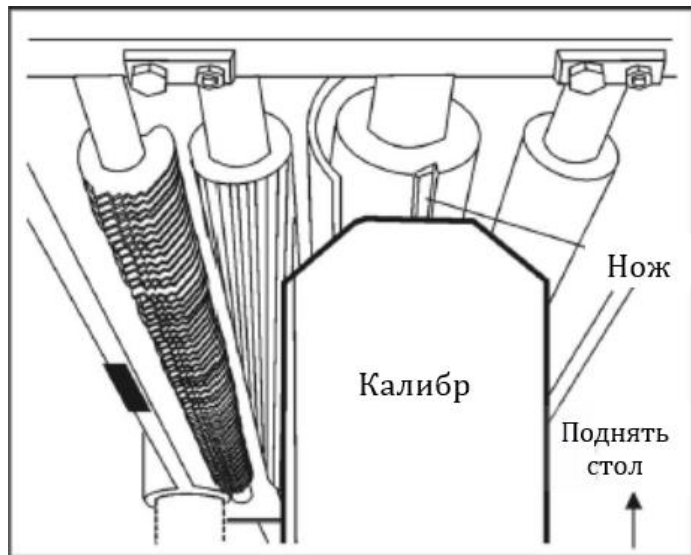

Рис. 19
2. Поставить калибр (рис. 19) на рабочий стол непосредственно под кромку ножа, как показано на рисунке. Обеспечить лёгкий контакт незначительным поднятием стола.